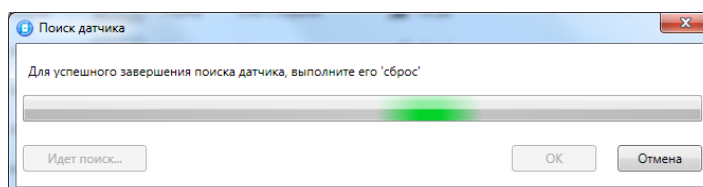

Рис. 5.7. Регистрация радиоизвещателя
4. После нажатия кнопки *OK* начнется поиск радиоизвещателя контроллером в течение 30 секунд (рис. 5.7). Для того чтобы радиоизвещатель был найден контроллером, его состояние должно быть сброшено. Для новых радиоизвещателей выполнять сброс не требуется (их состояние является сброшенным). Для радиоизвещателей, использовавшихся ранее, необходимо выполнить сброс. У большинства моделей (за исключением *Ладога-ПД-РК*) он выполняется путем замыкания перемычки сброса на плате. Подробные сведения о сбросе состояния радиоизвещателей см. в документации к ним.